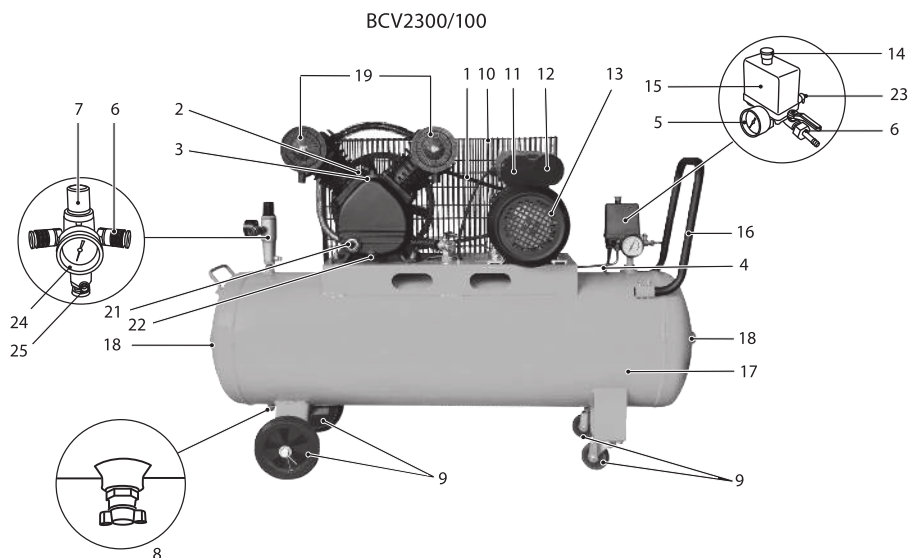
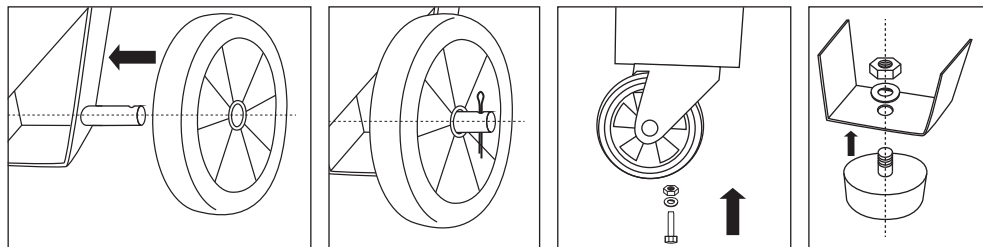
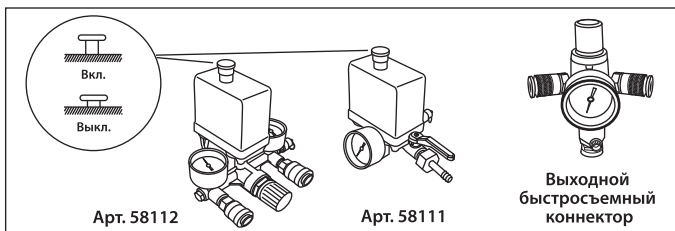
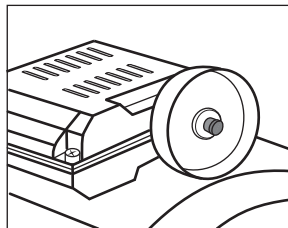

рис. 1
рис. 3
рис. 6.1
рис. 7
- Манометром 5 (рис. 1) для контроля давления сжатого воздуха;
- Реле давления 15 (рис. 1) для регулирования производительности периодическим запуском/остановкой компрессора;
Установите транспортировочные колеса 9 (рис. 1) для модели BCV2300/100 или antivибрационные опоры 20 (рис. 1) для модели BCV2200/100V и вверните воздушный фильтр 19 (рис. 1) в отверстие головки блока цилиндра (рис. 3).
Убедитесь, что выключатель компрессора 14 (рис. 1) находится в положении «Выключено» (рис. 6.1).
Установите регулятор давления 7 (рис. 1) в положение «min».
Подключите к выходному быстроразъемному коннектору 6 (рис. 1), (рис. 6.1) компрессора пневматический инструмент.
При первом запуске компрессор должен проработать без нагрузки около 10 минут с полностью открытым регулятором давления 7 (рис. 1) выходного воздуха и клапаном слива конденсата из ресивера.
По истечении времени обкатки закройте клапан слива конденсата 8 (рис. 1) и проверьте, чтобы компрессор нагнетал воздух в ресивер 17 (рис. 1) и останавливался автоматически при помощи реле 15 (рис. 1) при достижении максимального значения давления.
Перед запуском следует убедиться, что переключатель реле давления 14 (рис. 1) находится в положении «Выключено», а вилка вставлена в сетевую розетку.
Поворачивая регулятор давления 7 (рис. 1) по часовой стрелке, установите давление, рекомендуемое производителем подключаемого пневмоинструмента, требуемый уровень давления отразится на манометре 24 (рис. 1).
Перед повторным запуском убедитесь, что параметры электросети соответствуют техническим характеристикам устройства, после чего нажмите кнопку 12 (рис. 1) предохранителя от перегрузки (рис. 7).
Для правильного использования компрессора проверьте оптимальное значение давления подключаемого инструмента. Регулировка и контроль выходного давления сжатого воздуха возможны с помощью выходного быстротъемного коннектора 6 (рис. 1) и манометра 24 (рис. 1). Для этого достаточно повернуть вентиль редуктора по часовой стрелке для увеличения давления и против часовой стрелки – для уменьшения давления.